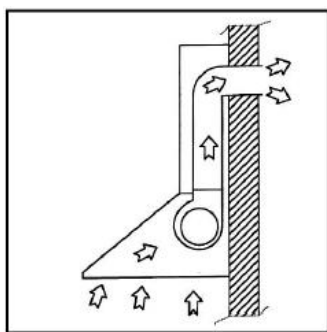

Fig.1
**VERSIÓN ASPIRANTE (Fig.1):** Descarga los humos y olores aspirados al exterior, es la más recomendada, pues es la que mejor resultado da en cuanto a aspiración y nivel sonoro.